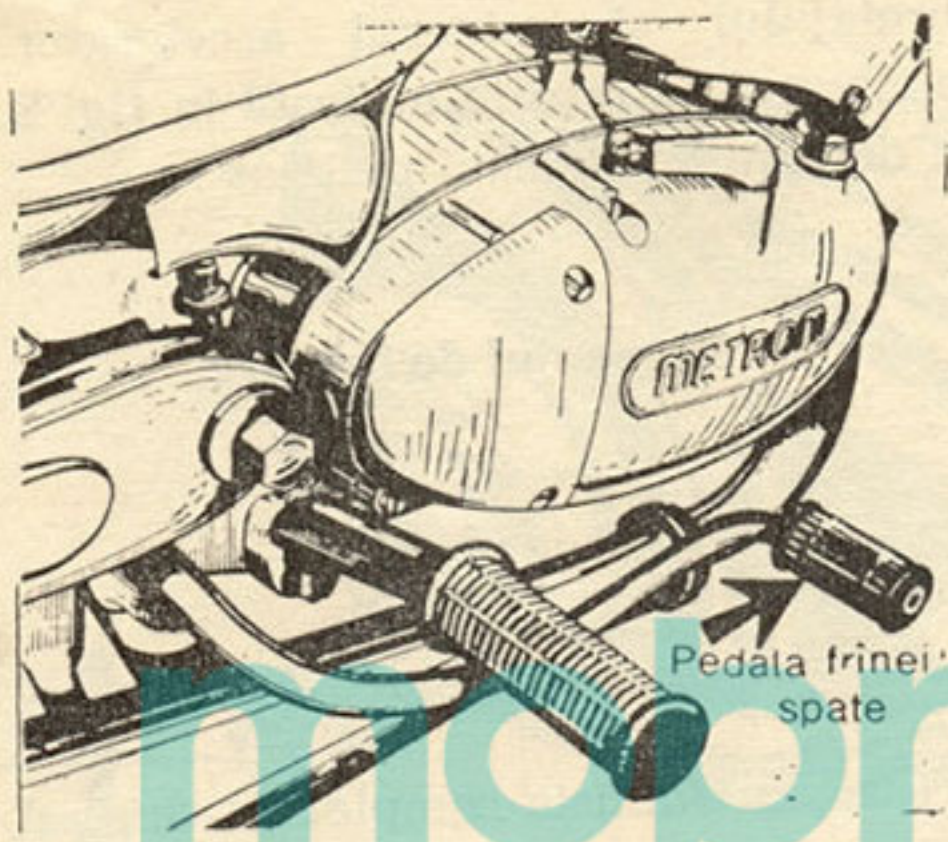

Fig. 9
2. Acționați ambele frâne progresiv, și veți putea opri motoreta fără pericol de derapare; pe drumuri alunecoase sau cu suprafața acoperită cu materiale granuloase, utilizați atent numai frâna spate (fig. 9).